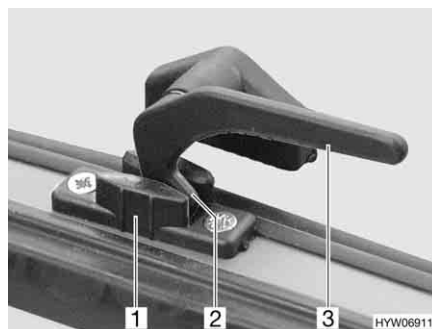

Fig. 72 Leva di serraggio in posizione "Aerazione continua"
- In posizione di "Aerazione continua" (Fig. 72)
- Ruotare la leva di serraggio (Fig. 72,3) di un quarto di giro verso il centro della finestra.
- Girare nuovamente all'indietro la leva di serraggio. Riportare contemporaneamente il nasello di chiusura (Fig. 72,2) nella rientranza della chiusura della finestra (Fig. 72,1).